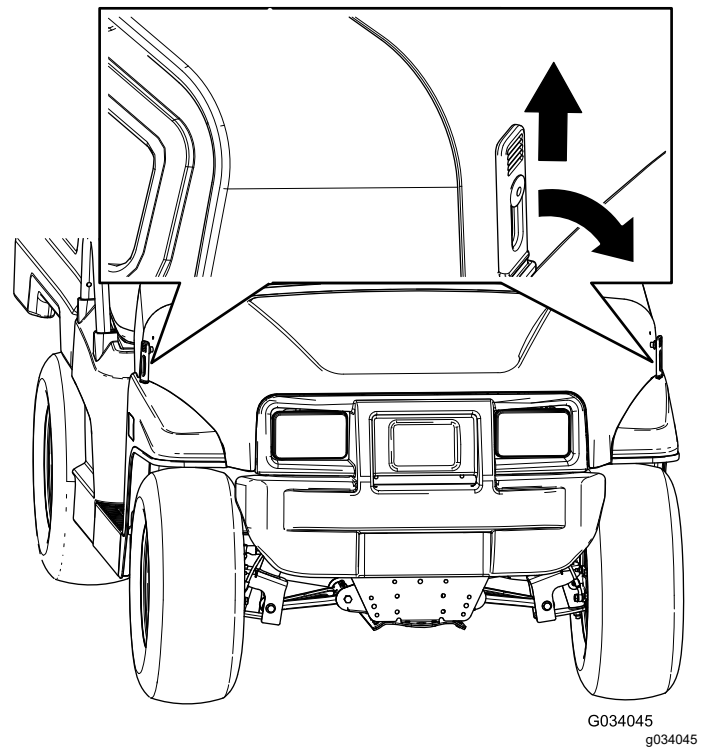

Figura 24
2. Sujete el capó alineando los cierres de goma con los anclajes situados en cada lado del capó (Figura 24).
1. Tire hacia arriba de los cierres de goma de cada lado del capó (Figura 24).